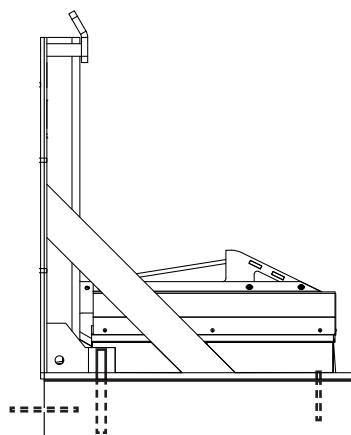

Figura 14
En la parte trasera del PowerStop, perfore orificios de 28.6 mm (1-1/8 pulg.) de diámetro x 178 mm (7 pulg.) de profundidad e instale dos (2) anclajes adhesivos de 25 mm (1 pulg.). En la parte delantera del PowerStop, instale dos (2) anclajes de cuña de 19 mm x 133 mm (3/4 x 5-1/4 pulg.) mínimo. Consulte la Figura 14.